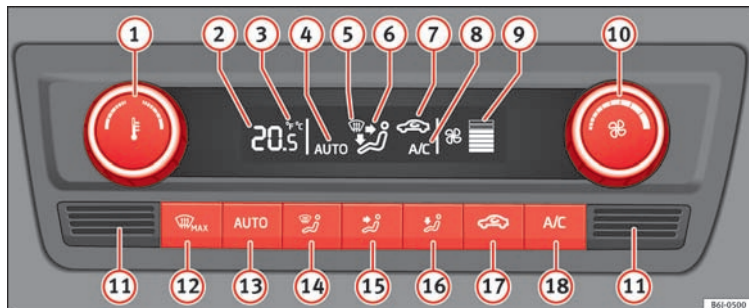

Fig. 167 Betjeningslementer til Climatronic
- **A/C** **18** » » **Fig. 167** er tilsluttet.
Hvis du trykker på en knap, bliver den pågældende funktion aktiveret, og airconditionen lægges tilsluttet, hvis det var afbrudt, undtagen ved tryk på recirkulationsknappen **17** » » **Fig. 167**.
- Drej regulatoren **10** mod venstre, indtil segmenterne i indikatorbjælken **9** » » **Fig. 167** slukker.
- Tryk på knappen **AUTO** **13** » » **Fig. 167**.
Tryk samtidig i **2 sek.** på knapperne **AUTO** og **A/C** » » **Fig. 167**. På displayet bliver dataene vist i den ønskede enhed.
- Kabinetempersensoren **11** » » **Fig. 167** er placeret i den nederste del. Klæb og dæk ikke sensoren til, da det kan have negativ indflydelse på Climatronic.
- Tryk på knappen **AUTO** **13** » » **Fig. 167**; på displayet vises **AUTO**.
- Når du har tilsluttet tændingen, kan du indstille den ønskede kabinetemperatur med regulatoren **1** » » **Fig. 167**.
- Tryk på knappen **17** » » **Fig. 167**; i displayet vises symbolet .
- Tryk på knappen  **17** » **Fig. 167**; i displayet vises symbolet .
- Drej regulatoren **10** » **Fig. 167** mod venstre (reducering af blæserhastighed) eller mod højre (forøgelse af blæserhastighed).
- Tryk på knappen  **12** » **Fig. 167**.
- Tryk flere gange på knappen  **12** » **Fig. 167**, eller tryk på knappen .